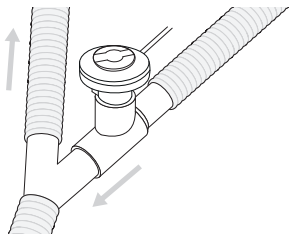

Figura 6. Collegamento di Aerogen Pro a un circuito di respirazione per adulti
1. Nei circuiti di respirazione per adulti collegare il nebulizzatore al ramo inspiratorio del circuito di respirazione inserendo l'elemento a T per adulti prima del raccordo a Y diretto al paziente (figura 6).
**Nota:** la figura 6 mostra solo la configurazione per adulti